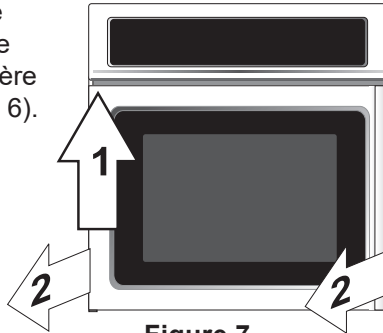

Figure 7
- 4 Insérez le four dans l'armoire. Glissez-le en laissant 1½" (3,8 cm) d'espace entre le four et l'armoire (voir Figure 7). Tirez le câble d'alimentation et passez-le par le trou dans l'armoire pour le diriger vers la boîte de connexion en finissant d'encaster le four à l'armoire.